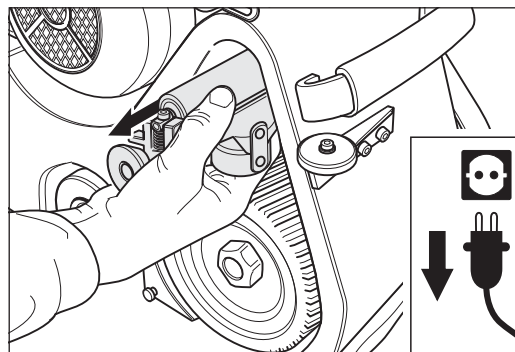

Abb. 72 Das Aggregat vorsichtig aus dem Maschinengehäuse nehmen.
- 9 Nehmen Sie das Aggregat vorsichtig aus dem Maschinengehäuse (Abb. 72) und reinigen Sie es. **Verwenden Sie niemals Reiniger, die Lösungsmittel enthalten!**